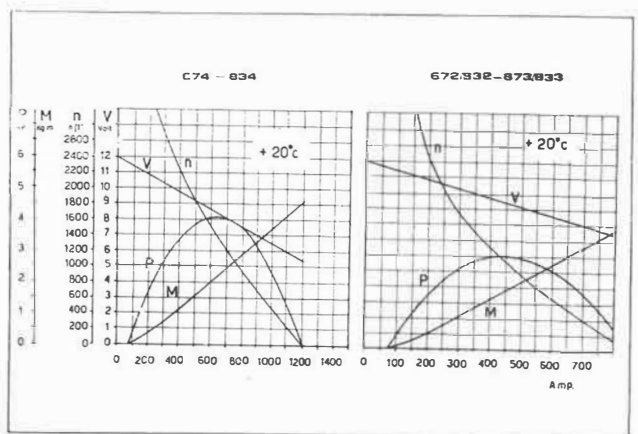

Fig. 62
Fig.62 shows the rating curves (P), starting torque (M), r.p.m. (n/1'), voltage (V) at starting motor terminals depending on the current absorbed (Amp.) for outside temperature of 20°C.
La fig.62 indique la courbe de puissance (P), le couple transmissible (M), le nombre de t/m et la tension aux bornes du démarreur, en fonction du courant absorbé (Amp) pour une température extérieure de 20°C.